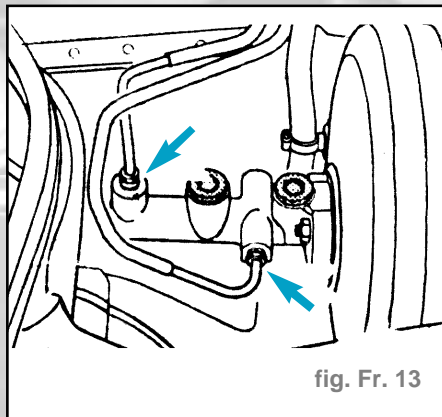

fig. Fr. 13
- Dévisser les conduites de frein (fig. Fr. 13).